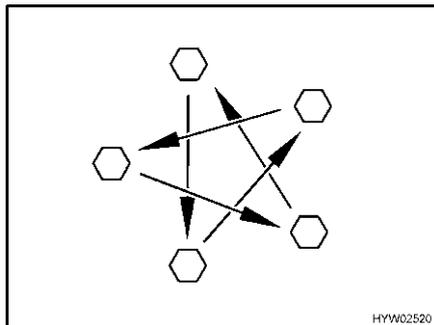

Bild 183 Radmuttern oder Radschrauben über Kreuz anziehen
- Radmuttern oder Radschrauben regelmäßig auf festen Sitz prüfen. Radmuttern oder Radschrauben eines ausgewechselten Rades nach 50 km über Kreuz nachziehen (Bild 183). Anziehdrehmoment siehe Abschnitt 13.5.2.
- ▷ Radmuttern oder Radschrauben über Kreuz anziehen (Bild 183).